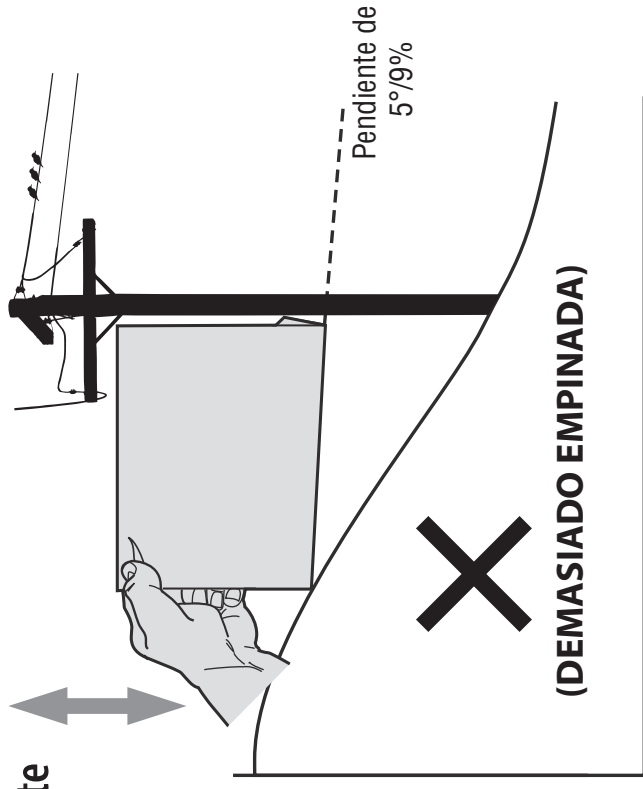

Figura 2
5. Si hay un espacio debajo del indicador, la pendiente es demasiado empujada para operar en forma segura (Consulte la Figura 2 anterior).